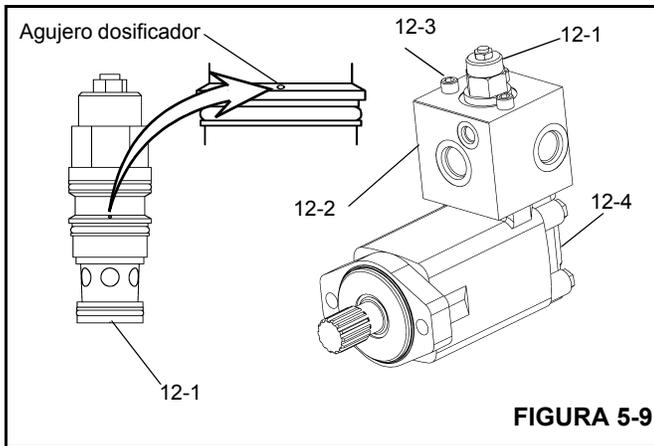

FIGURA 5-9
3. Retire la válvula equilibradora (12-1) del bloque (12-2) e inspeccione el agujero dosificador pequeño en el costado de la válvula de cartucho para comprobar que no está obstruido (Figura 5-9). También revise los anillos "O" para asegurar que no estén cortados ni aplastados.